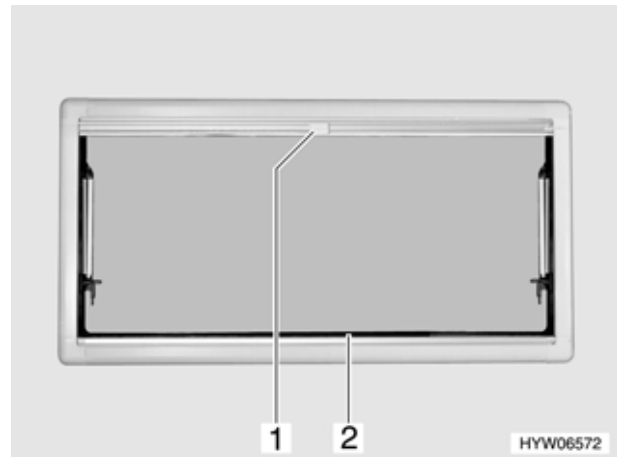

Bild 61 Ausstellfenster
- Die Faltverdunklung (Bild 61,2) in der Mitte der Griffleiste fassen, von unten nach oben ziehen und auf der gewünschten Höhe loslassen. Die Faltverdunklung bleibt in dieser Höhe stehen.
- Insektenschutzrollo (Bild 61,1) am Griff nach unten ziehen, bis es an der Faltverdunklung (Bild 61,2) anstößt.
- Griff am Insektenschutzrollo (Bild 61,1) drücken.